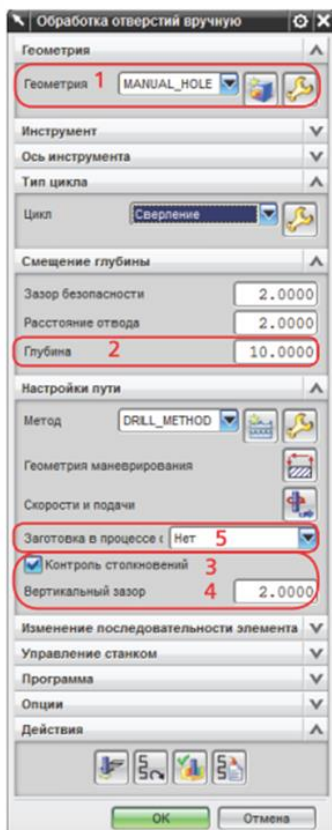

Рисунок 6.10 – Параметри операции обработки отверстий
Зверніть увагу, що тут ви можете тільки вибрати ім'я геометричній групі - кнопок завдання отворів немає. Але можна редагувати геометричну групу (1) прямо з операції (рис. 6.10), додаючи або виключаючи отвори.